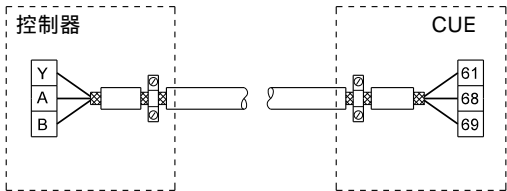
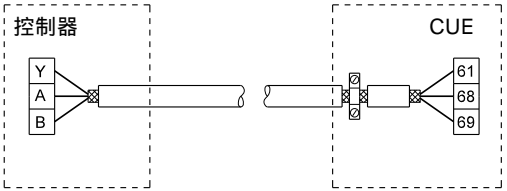

图 22 举例说明一个三芯总线电缆两端带屏蔽
图 23 举例说明一个三芯总线电缆带屏蔽连接到CUE(控制器无电缆夹)
- 对于电机电缆和信号电缆,分别在它们的两端将屏蔽连接到框架。见图22。如果控制器电缆夹,则仅将屏蔽连接到CUE。见图23。